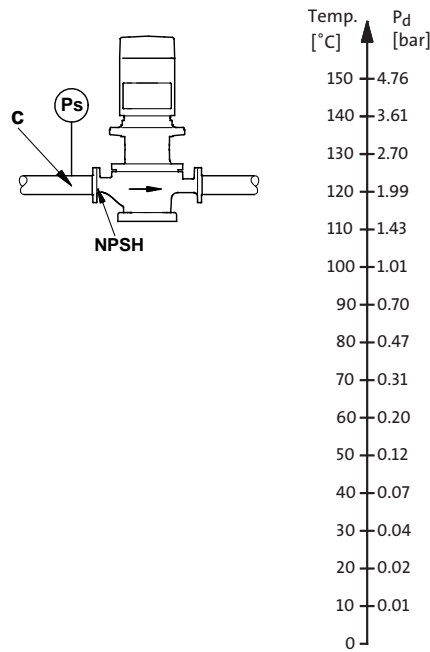

Рис. 126 Минимальное давление всасывания
- p_d = Давление пара в барах. См. рис. 126.